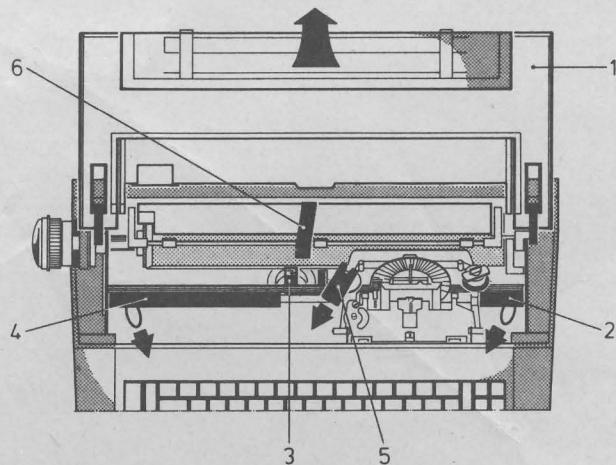

Fig. 1
1. Aprire il coperchio (1), prestando attenzione agli accessori della macchina per scrivere.
2. Estrarre in direzione della freccia la sicurezza di trasporto gialla (2) del carrellino caratteri trovandosi sul lato destro (fig. 1).
5. Togliere la sicurezza di trasporto gialla (4) sulla parte sinistra (freccia, fig. 1).
6. Togliere la sicurezza di trasporto gialla (5) in direzione della freccia.
7. Staccare i nastri adesivi (6).